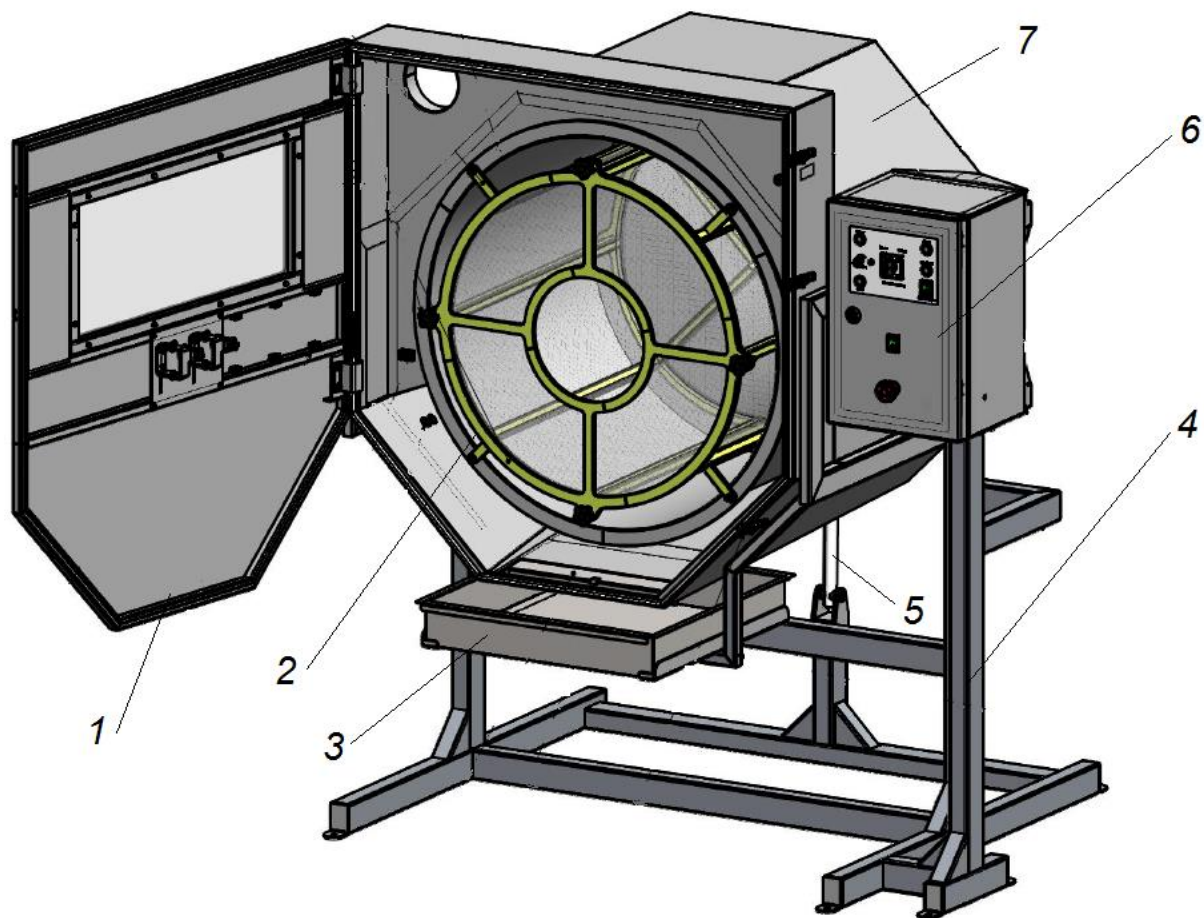

Рисунок 1 – Будова обезкрилювача насіння ОН-800
- 2.1 Виріб призначено для дбайливого обезкрилювання насіння хвойних порід (сосни, смереки, модрина) методом волого тертя. Виріб складається із наступних основних вузлів і деталей: рами, барабану, сита, приводу з редуктором, пульта управління, кожуха, дверей, лотка для збору насіння (див. рис.1).
- 5.1 Відкрийте відкидні двері (поз. 1 рис.1)
- 5.2 Зніміть з'ємну грань барабану (поз. 2 рис.1).
- 5.3 Завантажте масу насіння в середину барабану (поз. 2 рис.1). Закрийте барабан (встановіть з'ємну грань барабану). Закрийте двері (поз. 1 рис.1)
- 5.10 По закінченні процесу обезкрилювання, кнопкою «Старт/Стоп» (поз. 2 рис. 3) зупиніть обертання двигуна, встановіть барабан у вихідне положення за допомогою ручки нахилу корпусу (поз. 4. рис. 3). Обезкрилене насіння вивантажується в лоток (поз. 3 рис. 1).